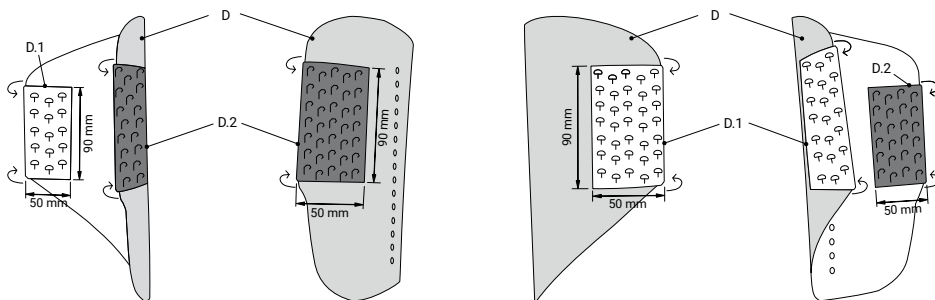

Figura 6: Polsino sinistro
Rimuovere il vecchio cuscinetto (E) e la cinghia superiore (F.1 o F.2). Sostituire le vecchie strisce autoadesive in velcro fissate all'interno e all'esterno del guscio (D) con le nuove strisce autoadesive bi-anche a testa di fungo (D.1) e le strisce nere a gancio (D.2) in dotazione. Dopo aver rimosso le vecchie strisce, pulire il guscio con un agente sgrassante come Spiritus. Posizionare le strisce come mostrato nella Figura 6. Premere con forza ogni nuova striscia per almeno 60 secondi. Fissare saldamente il nuovo cuscinetto al guscio. Avvolgere le cinghie in velluto cucite sul cuscinetto attorno ai bordi anteriore e posteriore del guscio e premere con forza le cinghie sulla parte esterna. Fissare la cinghia superiore sulla parte esterna del guscio al velluto ripiegato del cuscinetto.